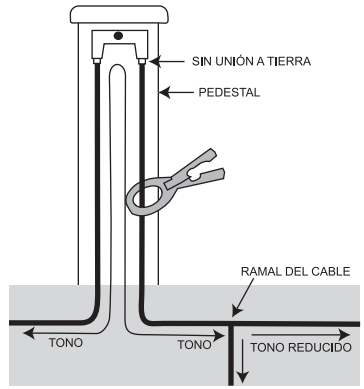

Fig. 12. Tono reducido en un ramal del cable
4. **Tono reducido en un ramal:** Cuando se aplica un tono a un cable que tiene un ramal, se dividirá el tono y se reducirá en relación con el largo y el tamaño de cada conductor. (Consulte la Fig. 12)